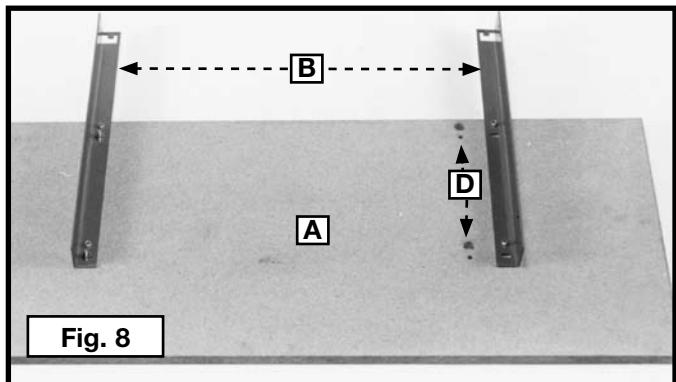

Fig. 8
1. Placer la planche avant du banc (A) Figure 8 sur une surface stable avec les trous percés vers le bas.
2. Attacher les supports droit et gauche du banc (B) Figure 8 au bas de la planche avant du banc (A) en insérant quatre vis à tête ronde de 6,3 mm (1/4 po) - 20 x 25,4 mm (1 po) dans les trous percés (D) dans la planche (A) et les supports du banc (B). Les sécuriser une fois en place en utilisant quatre écrous hexagonaux de 6,3 mm (1/4 po) - 20. Ne pas trop serrer les vis pour un réglage futur.